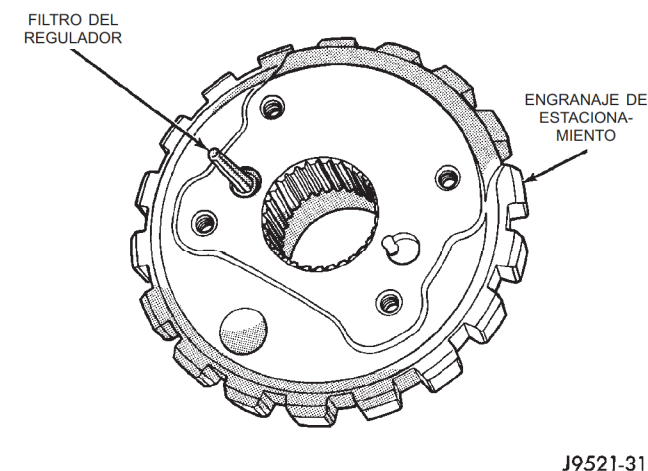

Fig. 39 Filtro del regulador
(1) Retire de la transmisión el cuerpo del regulador.
(2) Limpie e inspeccione el filtro del regulador (Fig. 39).